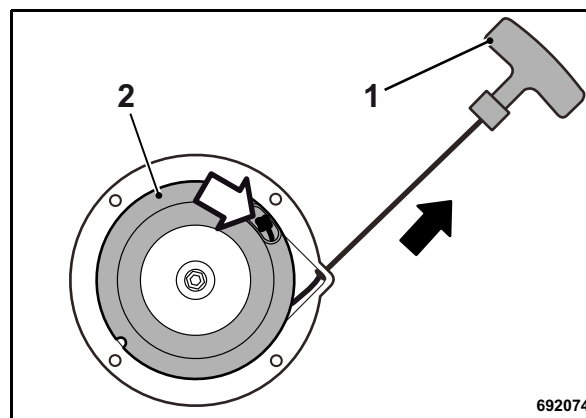

Fig. 53
- Sacar el cable de arranque completamente por medio de la empuñadura de arranque (1) (Fig. 53).
- Asegurar la bobina (2) contra arrollamiento.